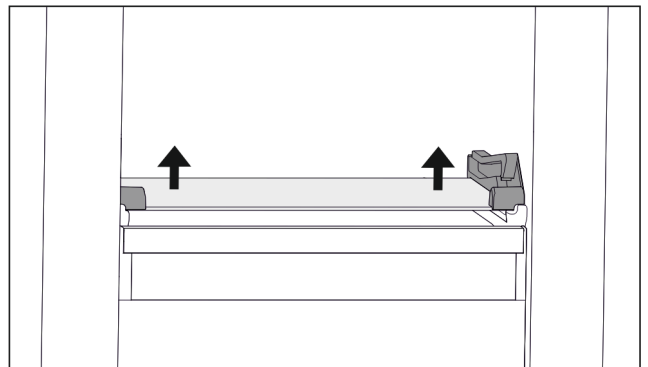

Fig. 63 Стеклопастинная пластина откидного выдвижного ящика
- ▶ Нажмите на стеклопастинную пластину снизу вверх с обеих сторон. (см. Fig. 63)